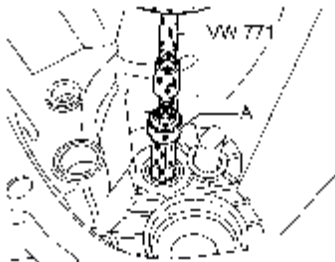

图 9-71 拉出滚柱套筒
(2) 拉出滚柱套筒应使用 22~28mm 的内拉出器 A (例如 Kukko 21/4), 如图 9-71 所示。装配内拉出器时, 将破坏滚柱套筒内部的塑料衬套。